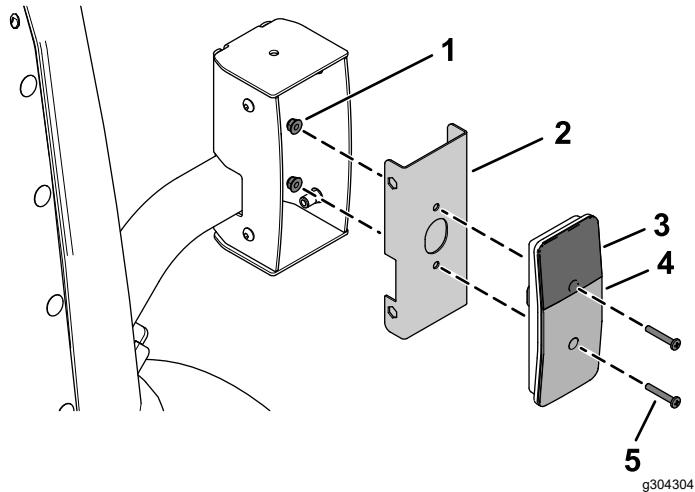
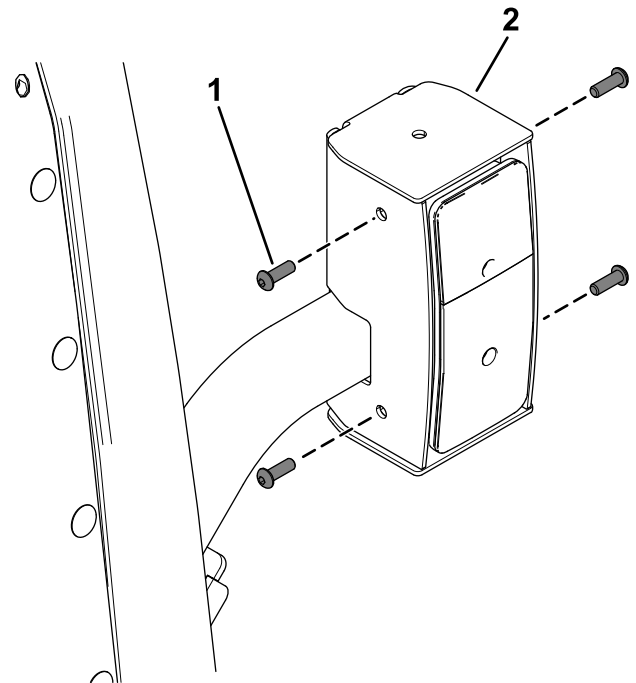

Figura 36
Figura 37
5. Fixai farurile spate la ansamblurile de montare interioară folosind 4 uruburi cu cap ciocan (#10 x 1¼") i 4 piulie cu guler (#10) aa cum se arată în Figura 36.
8. Fixai luminile din spate asamblate la carcusele de lumină spate folosind 8 uruburi cu cap semirotond (¼ x ¾") aa cum se arată în Figura 37.
Asigurați-vă că instalați luminile din spate cu lentila galbenă în partea de sus (Figura 36 i Figura 37).